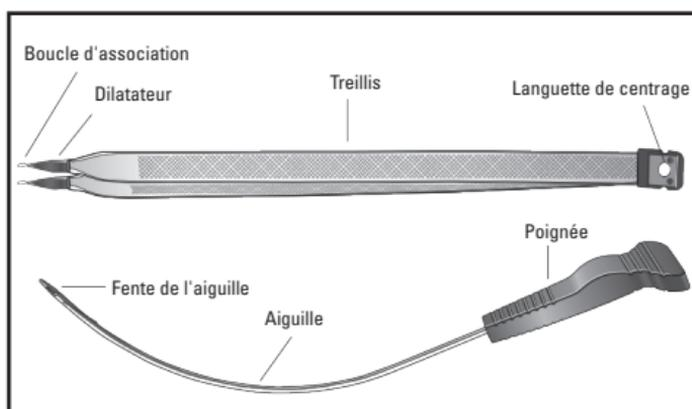

Figure 1C. Système SP Conservia
La conception du système suprapubien (SP) Conservia permet à l'opérateur d'utiliser une approche percutanée au moyen d'une technique suprapubienne. Voir Figure 1C pour une description des composants du système.